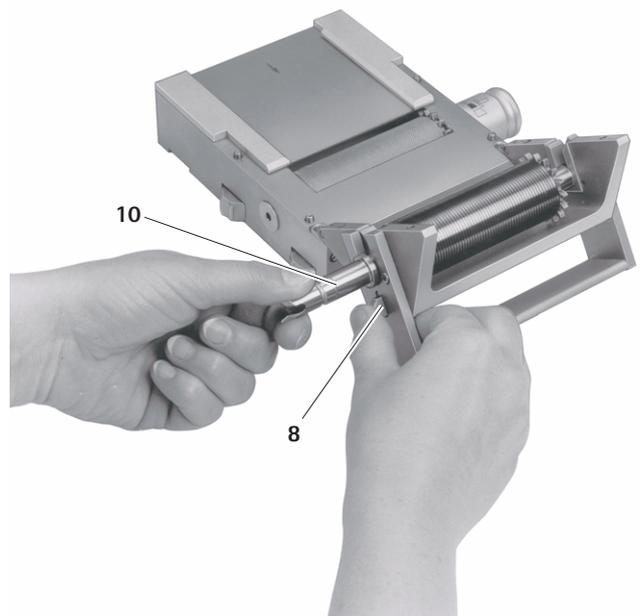

Abb. 3
- ▶ Riegel 8 gedrückt halten und gleichzeitig am Schaft 10 ziehen, um die Schneidwalze 2 zu entkoppeln, siehe Abb. 3.
- ▶ Schneidwalze 2 am Schaft 10 in die Lagerstellen 20 drücken, bis sie einrastet, siehe Abb. 3.